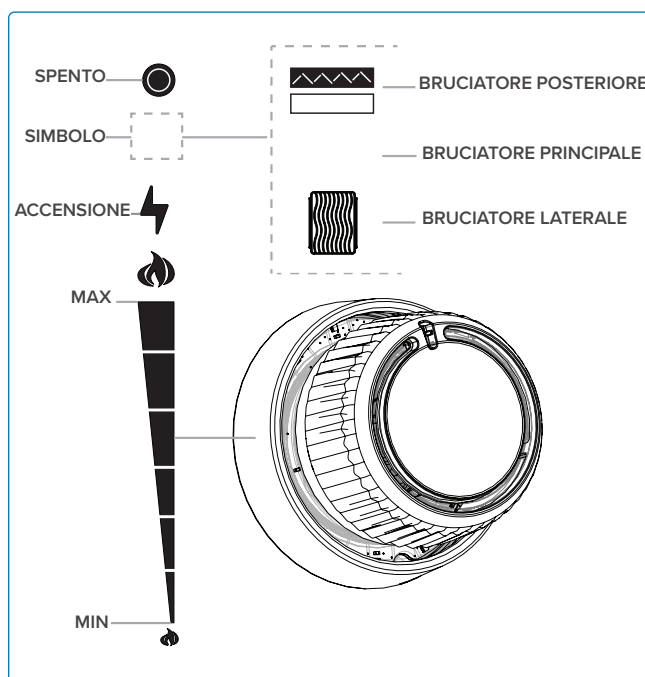

Fig. 7
2. Premi e ruota lentamente una qualsiasi manopola dei bruciatori principali in senso antiorario fino alla posizione HIGH finché la spia non si accende. Continua a premere la manopola di controllo finché il bruciatore non si accende, quindi rilascia (**Fig. 6A & Fig. 7**).
3. Premi e ruota lentamente la manopola del bruciatore posteriore in senso antiorario fino alla posizione HIGH (**Fig. 6D & Fig. 7**).
4. Se il bruciatore non si accende entro 5 secondi, ruotare la manopola di controllo del bruciatore in senso orario sulla posizione OFF. Attendi 5 minuti. Ripetere i passaggi 2 e 3. **(Fig. 6E e Fig. 7).**